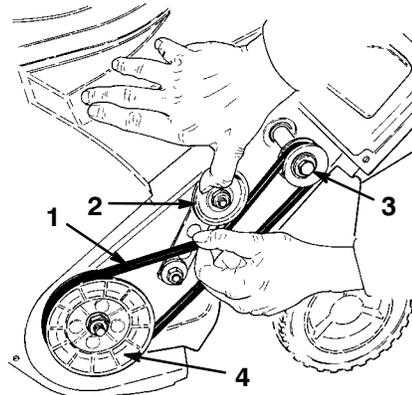

Figure 16
- Tirez légèrement la poulie folle vers le haut tout en sortant la courroie d'entraînement. Laissez la poulie se détendre progressivement quand elle a dépassé la courroie (Fig. 16).
- Tourner la turbine et extraire la courroie de la poulie. La courroie doit sortir facilement de la poulie d'entraînement (Fig. 16).
- Enroulez la courroie de rechange sur la poulie d'entraînement. Saisissez la courroie d'entraînement, glissez-la sur la poulie de turbine et tournez la turbine jusqu'à ce que la courroie soit entièrement installée (Fig. 16).